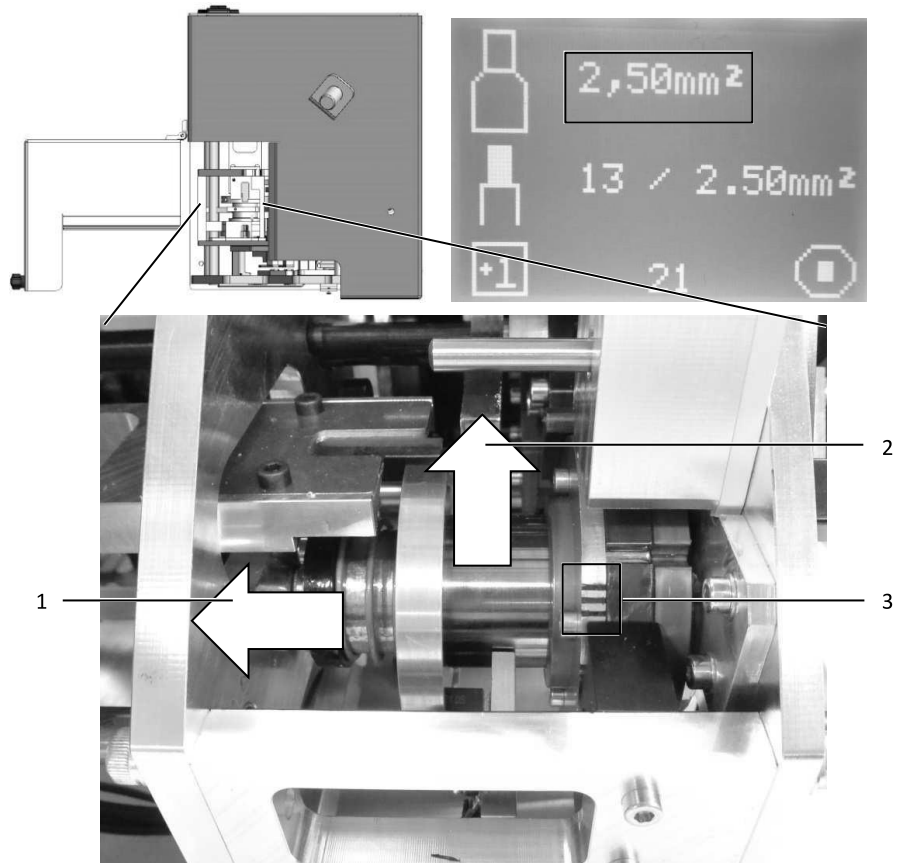

Abb. 8: Gesenkgröße einstellen
- Trommel nach hinten drücken (vgl. Abb. 8, Pos. 1) und drehen (vgl. Abb. 8, Pos. 2) bis zur gewünschten Gesenkgröße.
Das aktuelle Nest wird über die Striche (vgl. Abb. 8, Pos. 3) angezeigt.